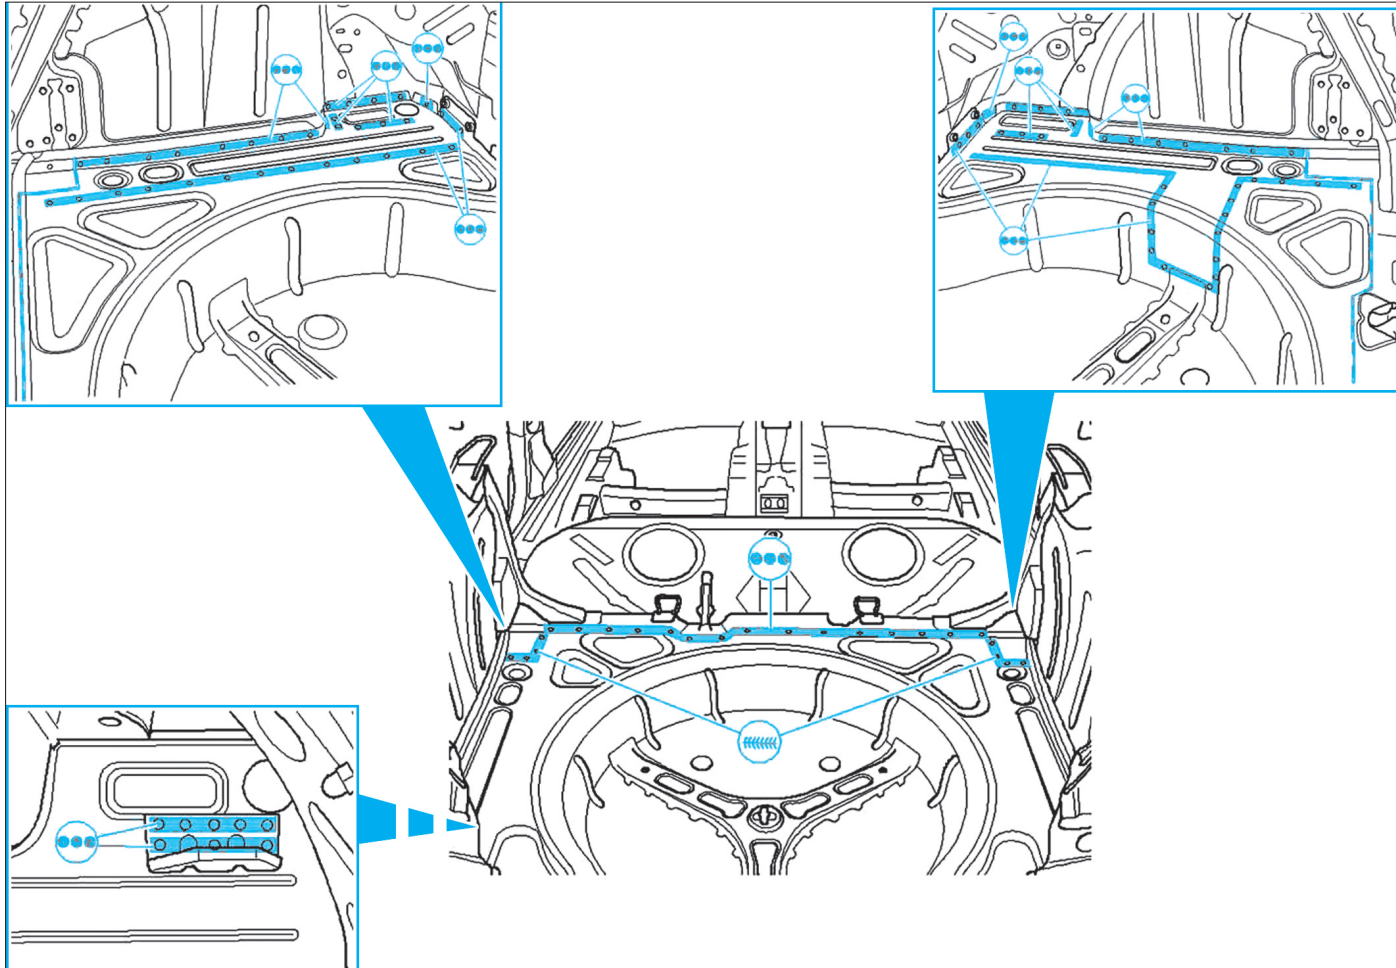

FIG. 70
- Effectuer les soudures correspondantes (Fig.70).